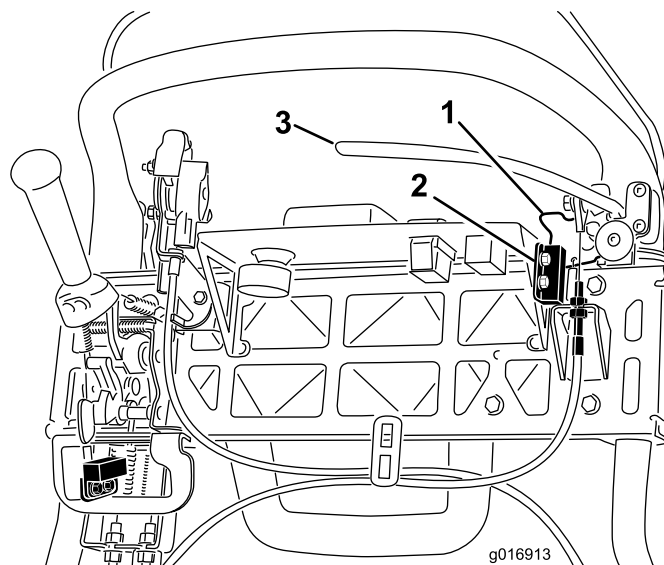

Figura 39
5. Inserite uno spessore di 1,6 mm fra il fermo del freno di stazionamento ed il microinterruttore (Figura 39).
4. Allentate i dispositivi di fissaggio del microinterruttore (Figura 39).